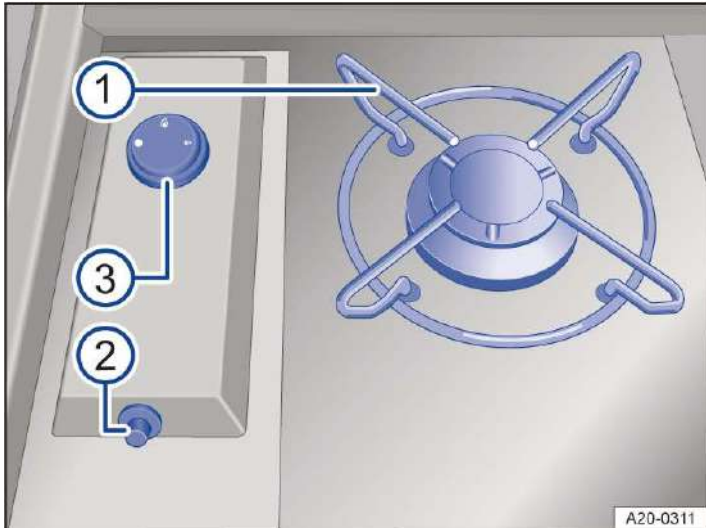

Abb. 1 Gaskocher: Bedienelemente an der Miniküche.
- Kocherrost des Gaskochers → **Abb. 1 ①** ist nur festgeklemmt und kann zum Reinigen leicht abgenommen werden.